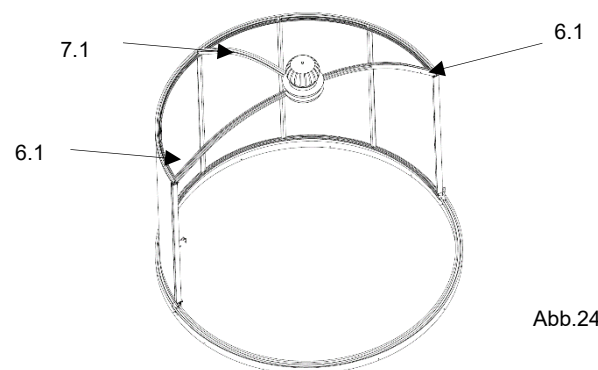

Abb.24
- eine inneren Mittelsprosse (Dach) (7.1) wird mit Senkblechschrauben (B9.2) am Traufprofil (3.2) montiert. Die Mittelsprosse dient als Stabilisator. (Abb.24)
Die Senkblechschraube (B9.2) wird später wieder entfernt, wenn an dieser Position die Dach-Verglasung eingesetzt wird. (Abb.24 und 25)